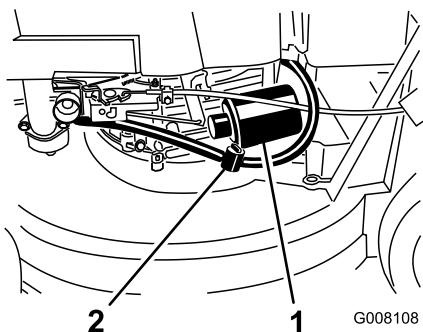

Figura 22
- Coloque un trapo debajo del filtro de aceite para recoger cualquier aceite que se salga mientras retira el filtro (Figura 22).
3. Cierre la válvula de combustible (Figura 22)